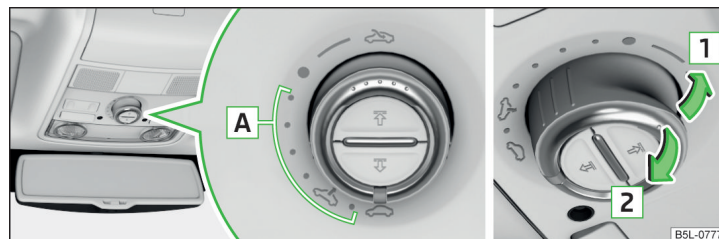

Fig. 40 Operarea trapei glisante/rabatabile
Operarea trapei glisante/rabatabile » fig. 40
Dacă trapa glisantă/rabatabilă se închide prin tragerea de locașul comutatorului în sensul săgeții [2] » fig. 40 la pagina 59 și procesul de închidere este împiedicat de un obstacol, la a treia încercare se închidere se va dezactiva limitarea forței (dacă intervalul dintre încercările de închidere va fi sub 5 s). Trapa glisantă/rabatabilă se închide cu forța maximă - există pericolul de accidentare.
- Cuplați contactul și aduceți comutatorul în poziția ⇐ » fig. 40 la pagina 59.